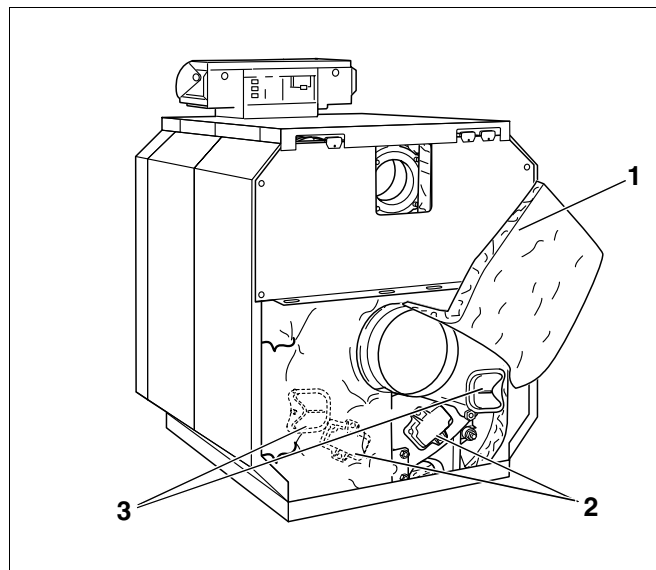

Fig. 75 Afmontering af rensedæksler
- Løsn spændefjederen under røggasstudsens, vip isoleringen op, og fastgør den med spændefjederen (fig. 75, **pos. 1**).
- Tag rensedækslerne på det bageste element (fig. 75, **pos. 2**) og røggassen (fig. 75, **pos. 3**) af.